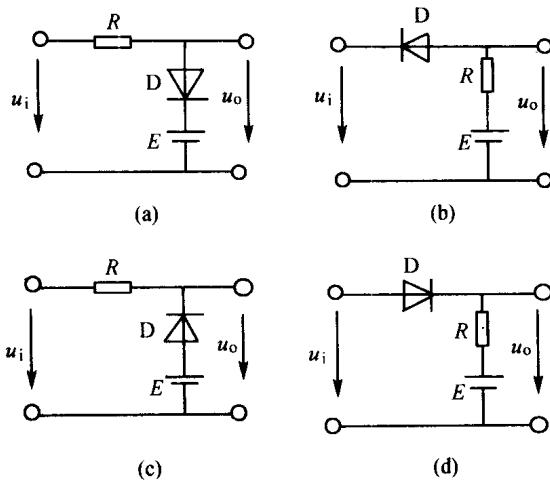

图 1-1 习题 1.2 的电路图
1.2 在图1-1所示的各电路中,已知 $E = 5 \text{ V}$, $u_i = 10\sin \omega t (\text{V})$,二极管的正向压降可忽略不计,试分别画出输出电压 u_o 的波形。
点评 做此类习题时,一定把握二极管正向导通时压降可忽略不计,即此时二极管相当于一段短路线。在图 1-1(a)中,如 $u_i > E$,二极管导通时可等效为图 1-1-2(a)所示。 $u_i < E$,二极管截止时,相当于开路,等效为图 1-1-2(b)所示。